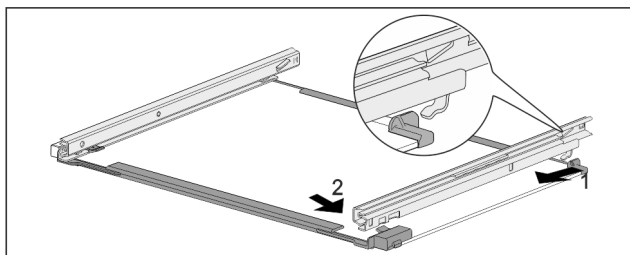

Fig. 143 Скляна пластина з рейками
- ▶ Зачепити рейку ззаду Fig. 143 (1)
- ▶ Зафіксуйте рейку спереду Fig. 143 (2)